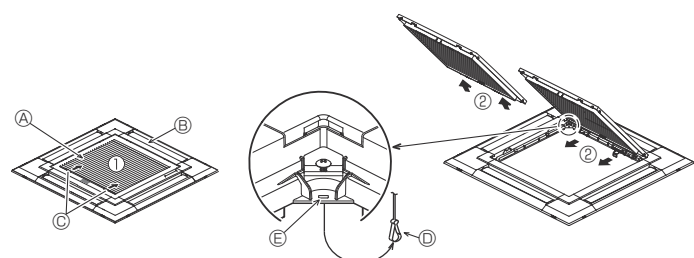
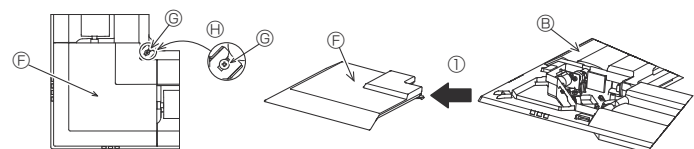

Fig. 9-3
Fig. 9-4
- Ⓒ Schéma d'installation ② (inséré dans l'appareil principal)
9.2.1. Retrait de la grille d'admission (Fig. 9-3)
9.2.2. Retrait du panneau en coin (Fig. 9-4)
[Fig. 9-3] [Fig. 9-4]